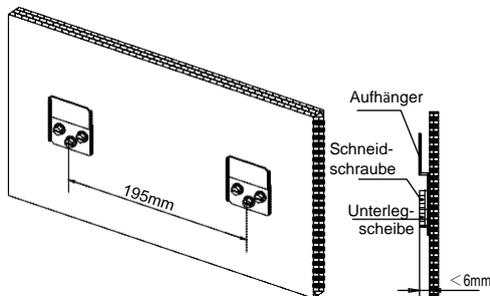

Abb. 50-4
- Befestigen Sie die Halterung mit Schneidschrauben an der Wand. (Siehe Abb. 50-4)